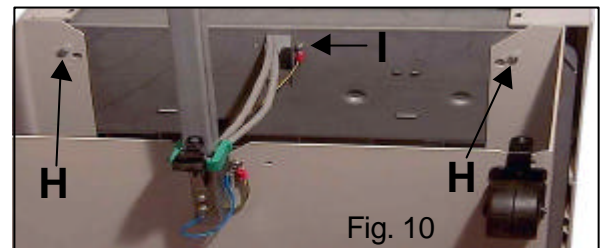

Fig. 10
9. Hinten den Unterstand mit zwei Schrauben M4x12 (inkl. Fächerscheiben und Muttern) am Ausgabefach anschrauben (**Fig. 10, H**). Nun können die Schrauben von Pos. 7 festgezogen werden (**Fig. 8, G**).
10. Die Gegenseite des gelb-grünen Erdungskabels (Pos. 6) muss mittels einer Schraube M4x12 mit Fächerscheibe und Mutter am Ausgabefach (ehemalige Befestigung der Führungsschiene) angeschraubt werden (**Fig. 10, I**).